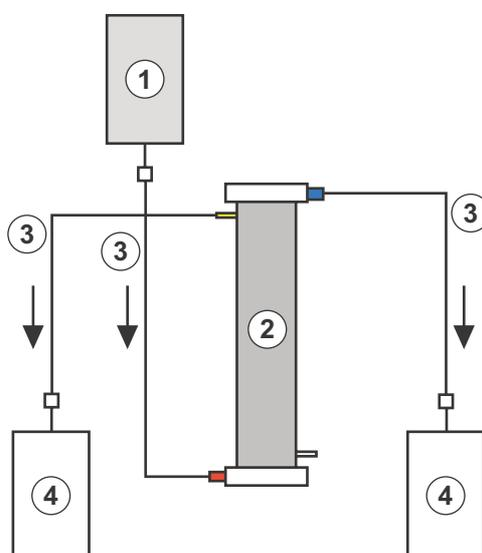

Abb. 6-1 Aufbau zum Spülen des Plasmafilters
Materialien: siehe Legende zu Abb. 6-1; 1,5 ml Heparin (5000 IE/ml)
3. Die übrigen Verbindungsleitungen und die Leerbeutel, wie in Abb. 6-1 dargestellt, mit der Plasma- und Blutseite des Filters verbinden und die Leitung auf der Plasmaseite abklemmen.